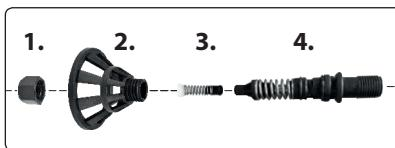

Abb. 7
4. Mit der Verdünnung reinigen Sie die Düse (Teil 1 auf der Abb. 7) und dann stechen Sie mit Hilfe der mitgelieferten Nadel die Öffnung(en) sowohl im Teil 1, als auch im Teil 3 auf der nachstehenden Abb. 7 durch. Für den Zugang zu den Öffnungen im Teil 3 muss der Teil 1 mit Hilfe des mitgelieferten Flügelschlüssels abgeschraubt werden. Seien Sie bei der Handhabung und Lagerung der Nadel besonders vorsichtig, weil sie sehr scharf ist. Falls sie in einer Schutzhülle geliefert wurde, stecken Sie sie nach dem Gebrauch wieder in diese Schutzhülle.
5. Falls auch der Innenbereich der Pistole verunreinigt ist, muss dieser Bereich nach dem folgenden Schema (Abb. 7) demontiert werden und sämtliche Teile müssen mit einer geeigneten Verdünnung und Textilie gereinigt und ggf. muss auch die Nadel zum Durchstechen der Öffnungen verwendet werden. Der Teil 3 ist lose - herausnehmbar, nachdem der Teil 1 abgeschraubt wurde, und der Teil 4 wird als nachfolgender kompletter Teil herausgenommen; zu seiner Demontage muss ggf. eine Zange verwendet werden, man darf jedoch nicht das vordere Gewinde beschädigen. Verwenden Sie zum Schutz vom Gewinde am Teil 4 einen Lappen, in den Sie das Gewinde vor der Demontage einwickeln. **Falls Sie Anstrichmittel auf Wasserbasis verwenden, muss der Teil 4 immer herausgenommen und nach der Reinigung am besten mit einem heißen Luftstrahl oder einem Stück Stoff abgetrocknet und ordnungsgemäß ausgetrocknet gelassen werden, damit etwaige Korrosion vermieden wird.**
6. Benetzen Sie den Korpus, die Feder und den Kolben (Abb.7, Teil 3 und 4) leicht mit Schmieröl (z. B. für Nähmaschinen).